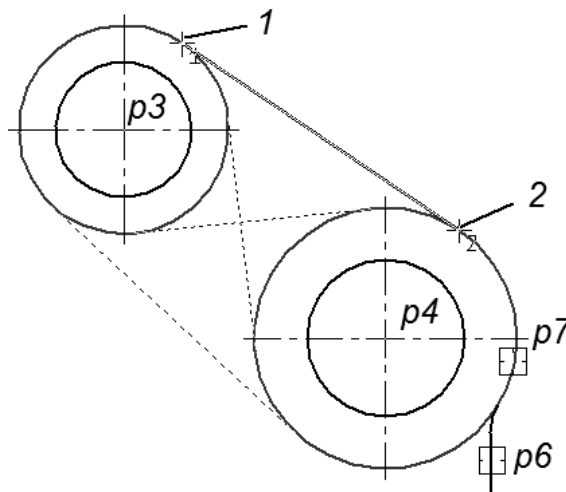

рис. 5.
10. Включить команду **Отрезок, касательный к 2 кривым**. Последовательно указать мишенью на точки **1** и **2**, находящиеся на внешних окружностях с центром в точках **p3** и **p4** (рис. 5). Система создаст четыре варианта отрезков, удовлетворяющих заданному условию, один из которых (текущий) будет отображаться сплошной линией, а остальные (дополнительные) – штриховой линией.